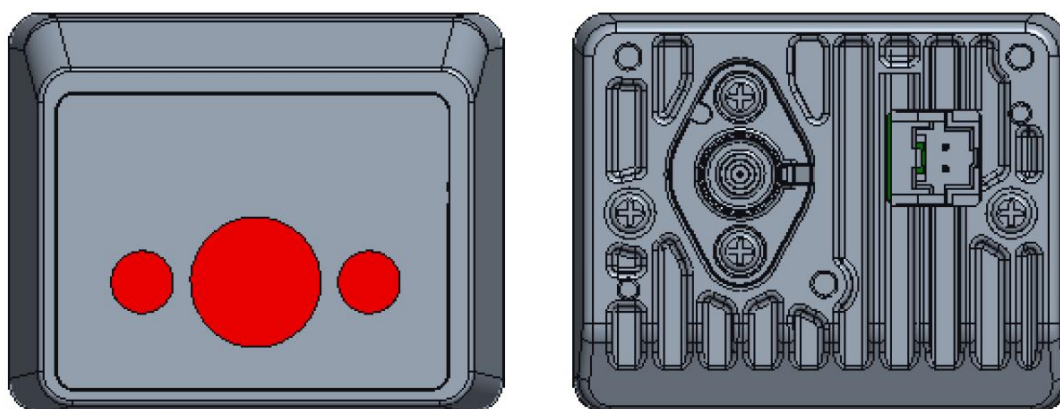

图 9
- 摄像模组，如图 9 的放置方向，背面 Fakra 在左侧时成像为正向。